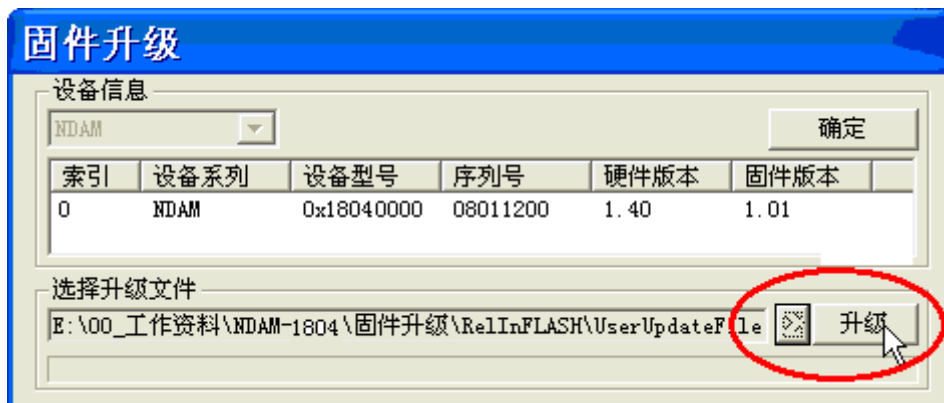

图 3.8 固件升级
- ② 选择“是”，然后找到并打开固件文件，点击“升级”。如图 3.8 所示；